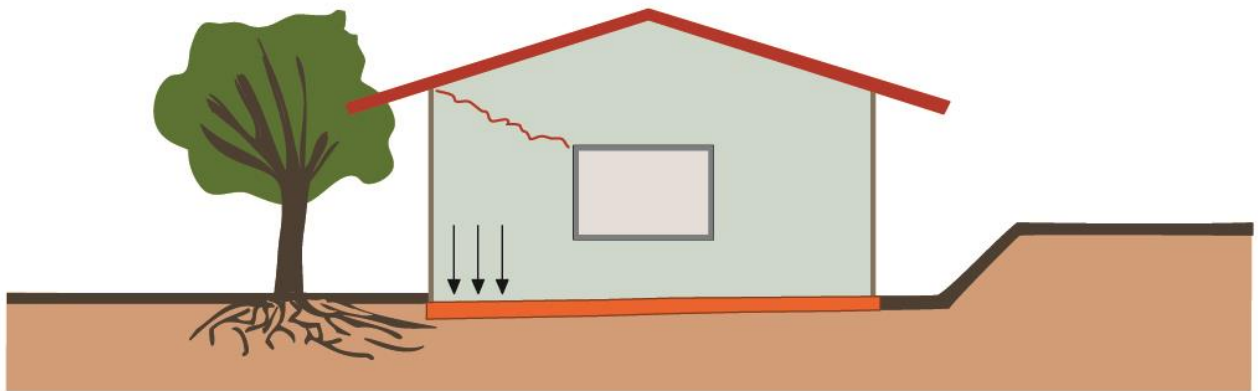

Figura 37: Recalque por solapamento de base de fundação
- 3) **Infiltrações**: a presença de água altera não somente a umidade na base da fundação, mas também pode carregar materiais do subsolo, levando ao **solapamento** da fundação (Figura 37). **Vegetação**, problemas de **drenagem pluvial** na superfície e **rompimento de tubulações** estão entre as principais causas.